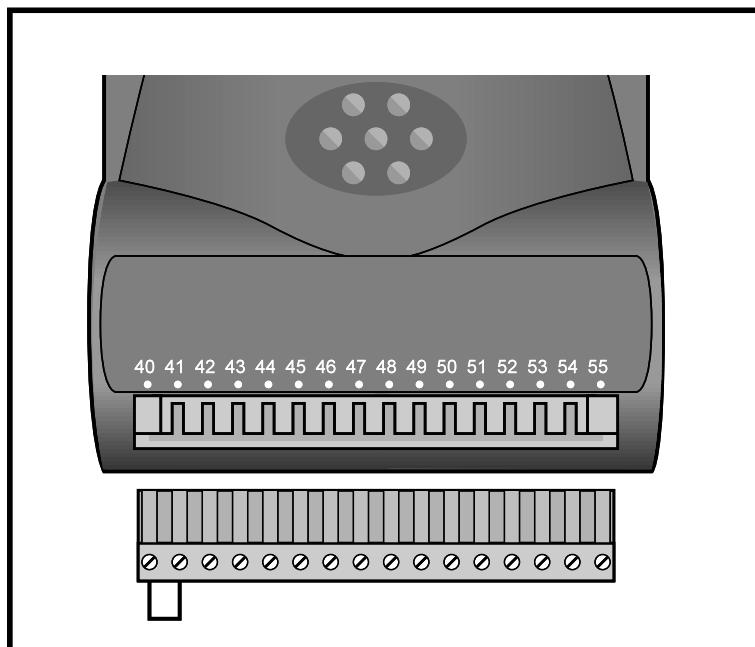

Figura 2 Ubicación del bloque de terminales conectable en el UD55
- 3 En el conector del UD55, conecte directamente el terminal 40 al terminal 41 para activar la función de almacenamiento (consulte la Figura 2).